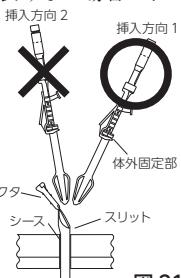

図 21
9. ボタンの挿入時は、ボタン先端をシースのスリットと反対側（コネクタ側）に向けて挿入操作を行うこと（挿入方向1）。（図21）ボタン先端をシースのスリットに向けて挿入すると（挿入方向2）、挿入ルートを逸脱し、ボタンの挿入困難の可能性や、腹腔内誤留置の危険性がある。
10. ボタンの挿入時は、ボタンの内部バンパの伸展解除がなされないようにストッパーを図21（挿入方向1）の向きにしてオブチュレータを持ち、シースのコネクタとボタンの体外固定部が交差する向きで挿入操作を行うこと。挿入時にボタンの内部バンパの伸展が解除されると、ボタンの挿入困難の可能性や、腹腔内誤留置の危険性がある。また、シースのコネクタとボタンの体外固定部が接触すると、ボタンの挿入困難の可能性がある。伸展が解除された場合は、一旦シースごと抜去し、未使用の本品を使用してシースダイレータの挿入からやり直すこと。